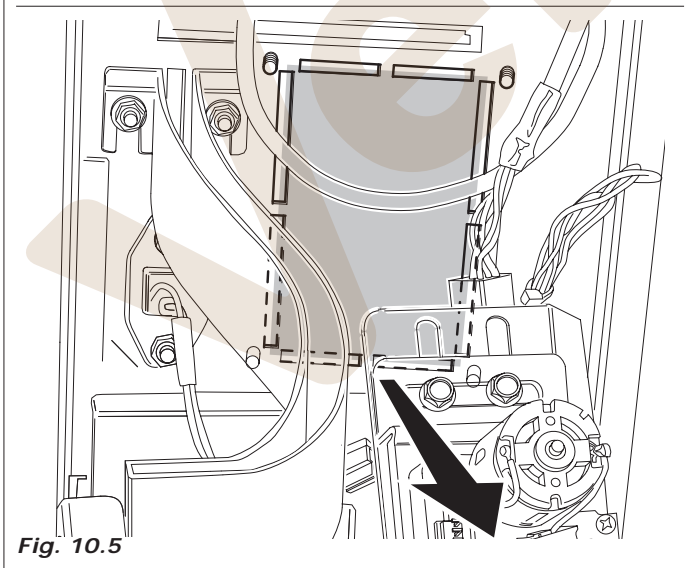

Fig. 10.5
- Sustituir el módulo de introducción de las monedas con el correspondiente, provisto de la placa de alojamiento de la botonera **BVM676 slave** (Fig. 10.5).